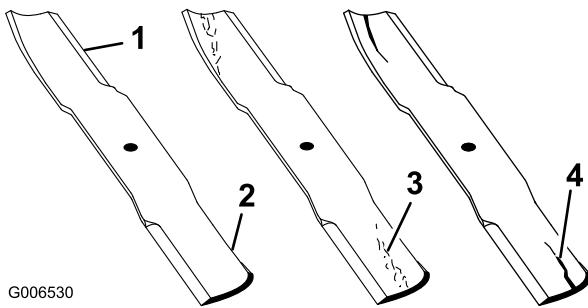

Figure 33
2. Examinez attentivement les tranchants de la lame, particulièrement au point de rencontre des parties plane et relevée (Figure 33). Le sable et les matières abrasives peuvent éroder le métal à cet endroit, c'est pourquoi il est important de contrôler l'état de la lame avant d'utiliser la machine. Remplacez la lame si elle est usée (Figure 33) (voir Dépose de la lame).
**Si la lame est trop usée, une entaille se forme entre la partie relevée et la partie plane (Figure 33). La lame peut alors se briser et un morceau être projeté du dessous de la machine, vous blessant gravement ou une personne à proximité.**